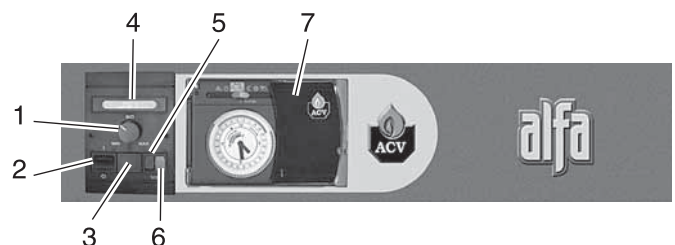

Рис. 16: Панель управления
5.3.7 ПАНЕЛЬ УПРАВЛЕНИЯ (РИС. 16)